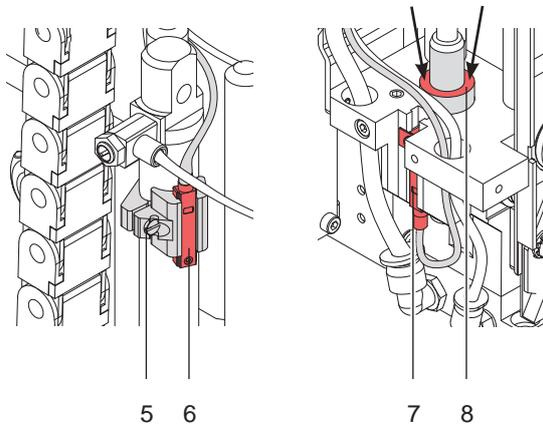

Bild 19 Sensor obere Endlage / Aufschlagsensor
4. Stempel nach unten ziehen (Zylinder ausfahren) → Sensor obere Endlage (6) deaktiviert
5. Stempel max. nach oben drücken (Zylinder einfahren) → Sensor obere Endlage (6) aktiviert
6. Stempel nach unten ziehen und Adapterbolzen in die Stempelbaugruppe hineindrücken Aufschlagsensor (7) aktiviert. (▷ Bild 19/rechts)
7. Adapterbolzen loslassen, so dass dieser von der Federkraft zurückgedrückt wird → Aufschlagsensor (7) deaktiviert